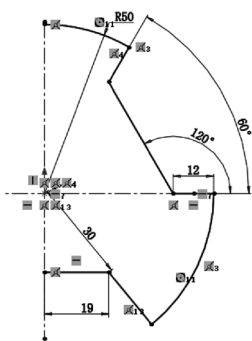

图 2-112 尺寸标注
- 5) 标注尺寸。单击“草图”控制面板中的（智能尺寸）按钮，进行尺寸标注。单击“草图”控制面板中的（剪裁实体）按钮，修剪掉多余的圆弧线，尺寸标注如图 2-112 所示。